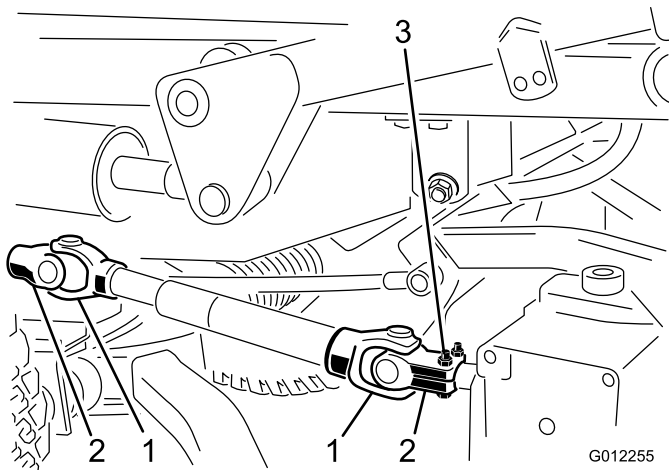

Figura 19
3. Con un taladro, elimine el pasador cilíndrico que sujeta la horquilla del árbol de transmisión al eje primario de la caja de engranajes (Figura 19). Afloje los tornillos de caperuza y las contratuercas y retire la horquilla del eje primario. Si la unidad de tracción se va a utilizar sin la unidad de corte, elimine con un punzón el pasador cilíndrico de la horquilla del árbol de la toma de fuerza de la unidad de tracción y retire el árbol de transmisión completo de la unidad de tracción.